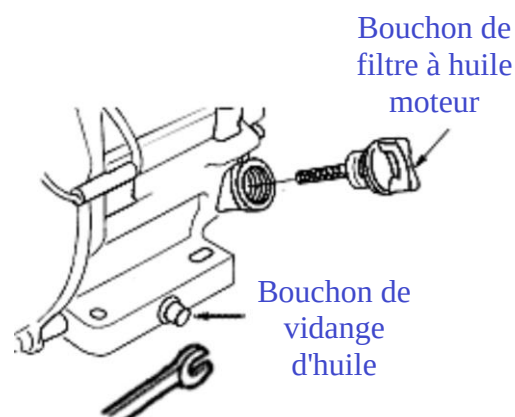

Fig. 13
- Retirez le bouchon de remplissage d'huile moteur (11) et le bouchon de vidange d'huile, puis vidangez complètement l'huile usagée dans un récipient. Voir la figure 13.